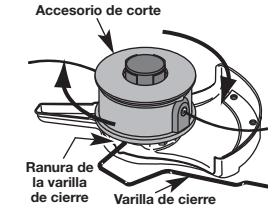

Fig. 10
- Mientras sostiene la varilla de cierre, saque el accesorio de corte girando en sentido horario hacia afuera del eje de salida (Fig. 10). Guarde el accesorio de corte para su uso futuro.